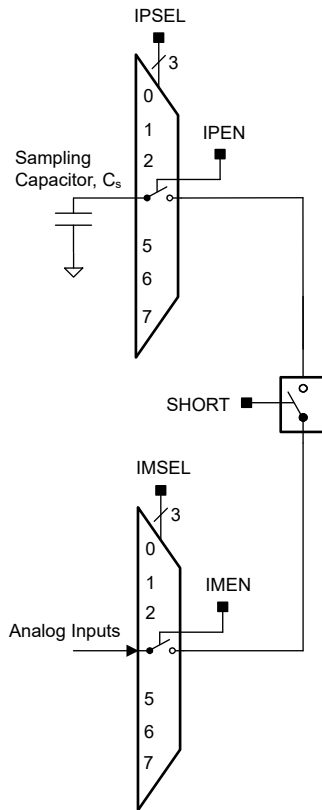

图 6-7. 比较器短路开关
如图 6-7 所示，所需的采样时间与采样电容 (CS) 的大小、与短路开关串联的输入开关电阻 (R)，以及外部信号源的电阻 (RS) 成比例。采样电容 CS 必须大于 100pF。为采样电容 CS 充电的时间常数 Tau 可以使用方程式 2 来计算得出